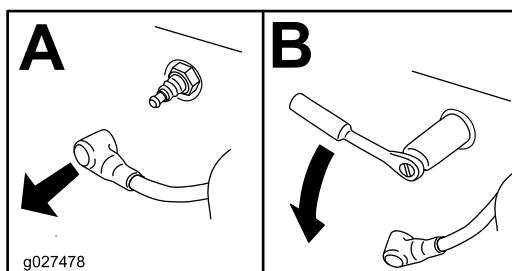

Figure 38
- Déposez la bougie (Figure 38).